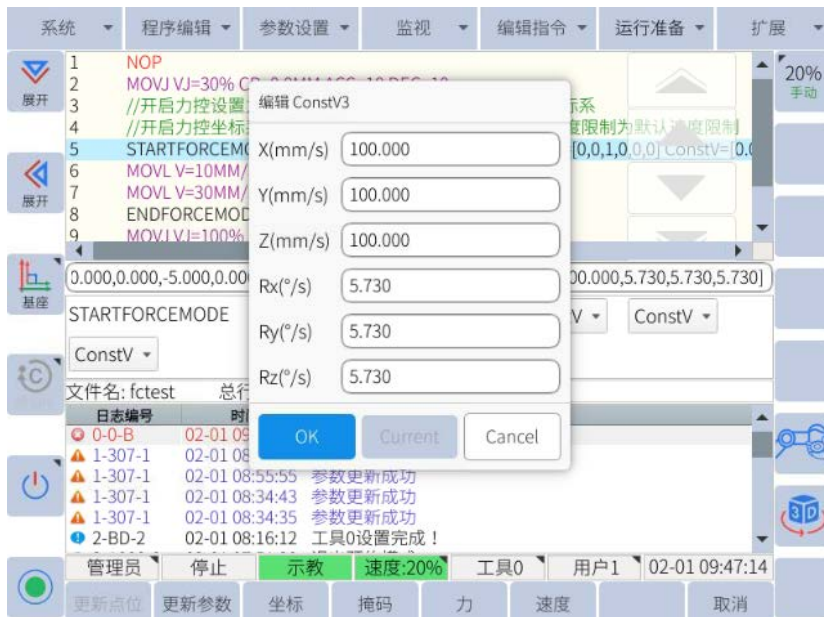

图 6-52: 设置当前力控坐标系下各力控方向的最大速度
- 通过点击**速度**按钮设置当前力控坐标系下各个力控方向的速度最大值，如图6-52所示（默认为最大速度，x、y、z的单位为mm/s，Rx、Ry、Rz的单位为°/s）：